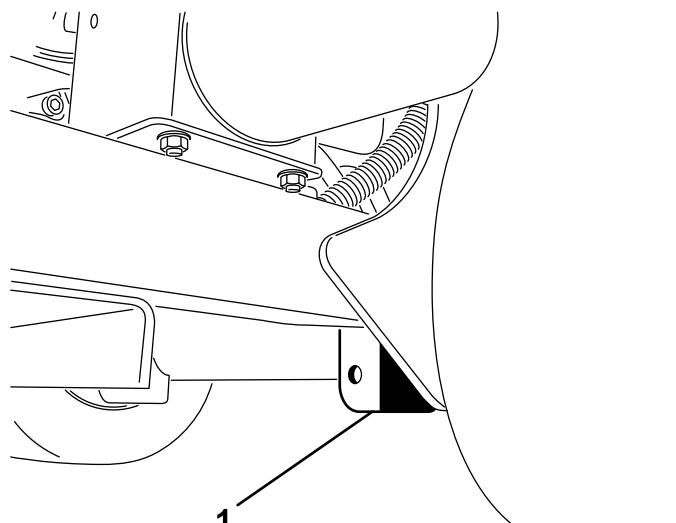

Рисунок 41
2. Надежно разместите домкрат под плитой рамы сразу за задним колесом (Рисунок 41).